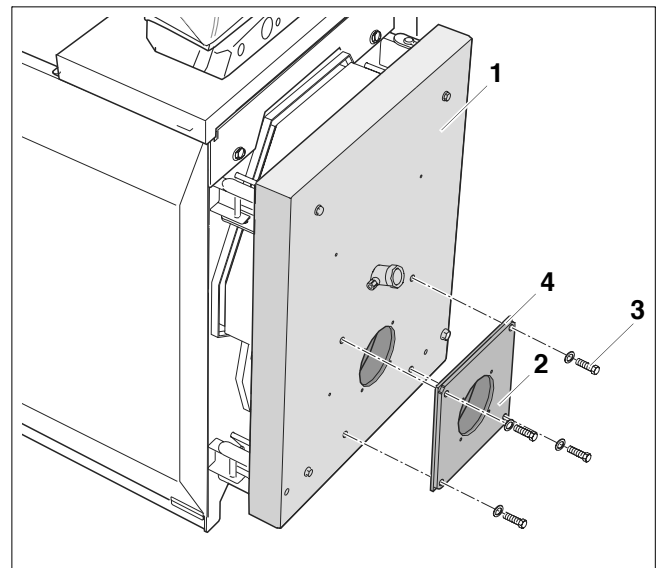

Fig. 37 Montarea plăcii arzătorului
- Fixați placa arzătorului (fig. 37, **poz. 2**) pe ușa arzătorului (fig. 37, **poz. 1**) utilizând șuruburi hexagonale și șaibe (fig. 27, **poz. 3**) (etanșare cu garnitură).